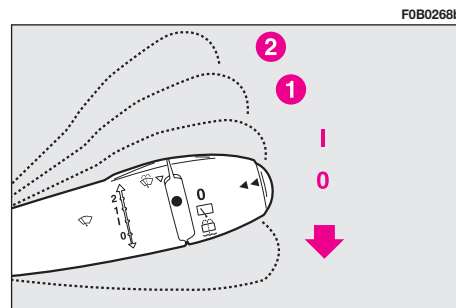

fig. 100
**RIGHT-HAND STALK****Windscreen wiper fig. 100**